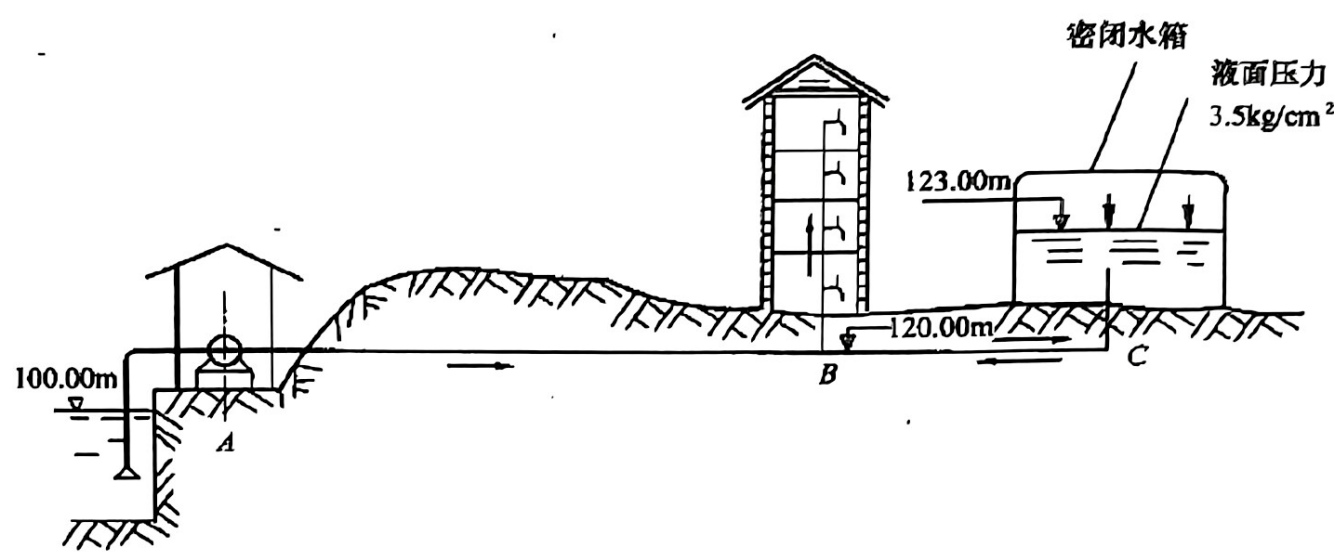

图 2-112 厂区给水设备
21. 某机场附近一个工厂区的给水设施如图 2-112 所示。已知：采用一台 14SA-10 型离心泵工作，转速 $n = 1450r/min$ ，叶轮直径 $D = 466mm$ ，管道阻力系数 $S_{AB} = 200s^2/m^5$ ， $S_{BC} = 130s^2/m^5$ ，试问：